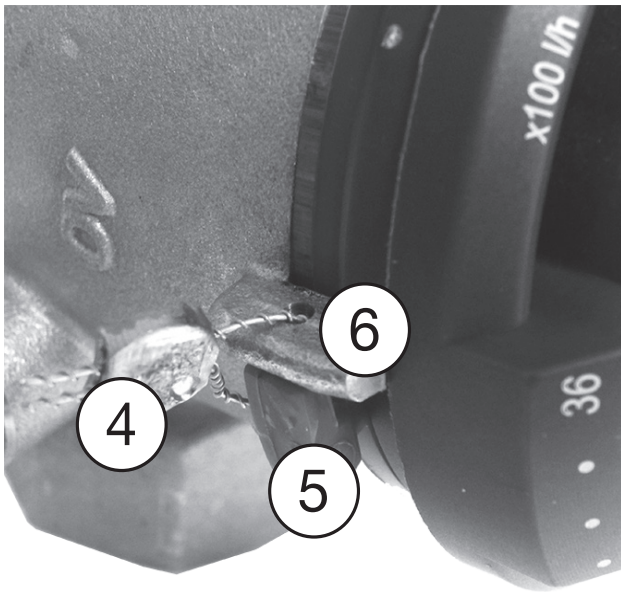

Bild 12: Säkra förinställningen
- 1 Ta bort blockeringsringen (3).
- 2 Tryck och vrid på handhjulet (2) tills börvärdesmarkeringen (1) pekar mot önskat flödesvärde (handhjulet snäpper sedan tillbaka i tandningen).
- 3 Sätt tillbaka blockeringsringen (3).
Alternativt kan blockeringsringen (5) tätas med tätningssatsen (4) (tillbehör, art.nr. 1089091) vid börvärdesmarkeringen (6) (siehe Bild 12)